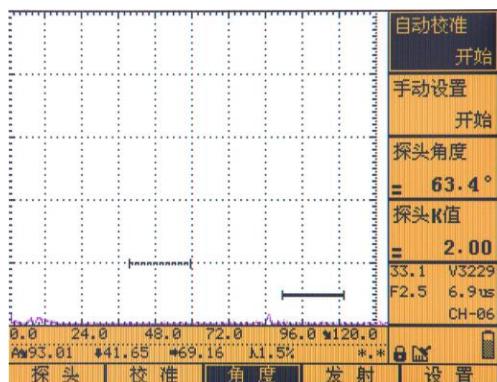
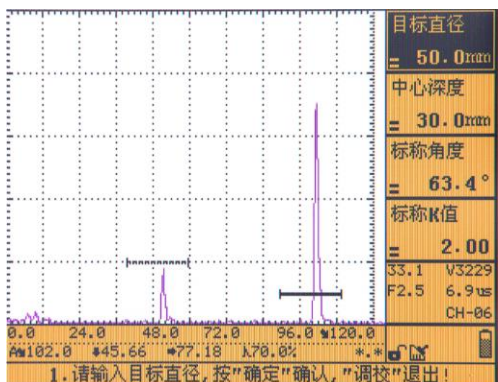

图 3.13
图 3.14
(1)按照例 2 的操作完成仪器声速、零偏校准后，按【F3】键选择“角度”主菜单，【向上】或【向下】键选择“自动校准”子菜单，如图 3.13 所示，按“确认”键，开始进入角度自动校准程序。如图 3.14 所示；